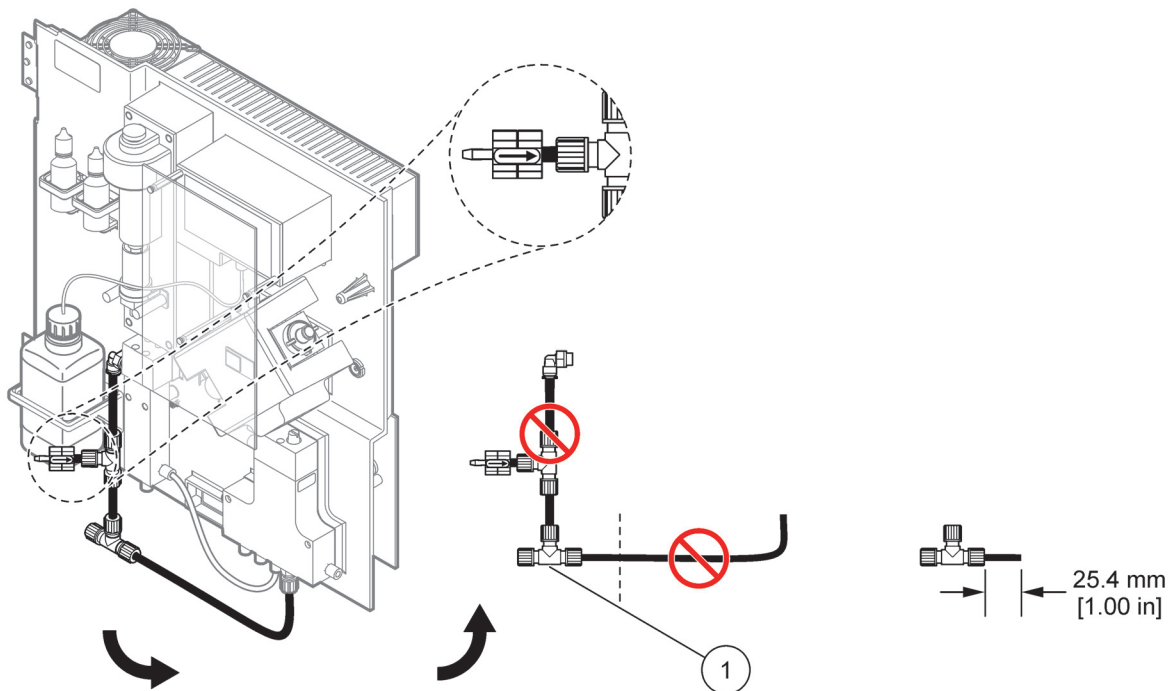
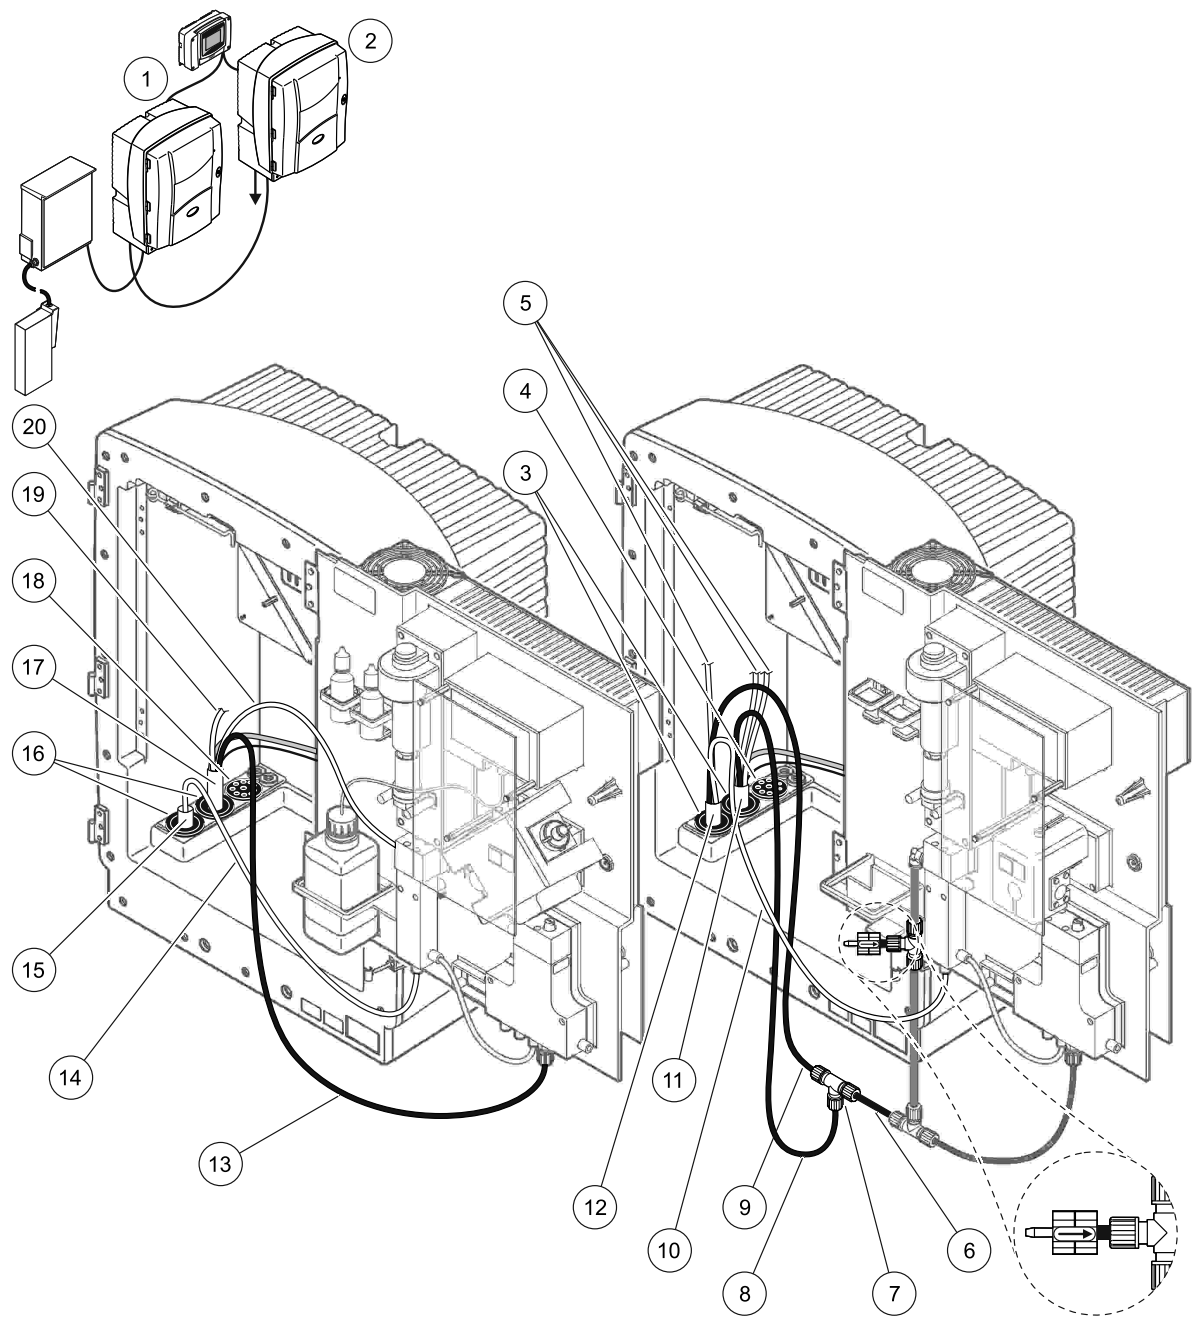

Figura 28 Remoção do encaixe em T
Figura 32 Configuração da opção 4
O encaixe em T é utilizado para ligar o tubo de drenagem. Para retirar o encaixe em T consulte o Figura 28 e os seguintes passos:
Consulte o Figura 32 e as seguintes instruções para a Opção 4:
- a. Alimente a mangueira aquecida do FILTRAX através da abertura do analisador (Figura 32, item 15). Utilize o Conector Vedante #1 para fixar.
- b. Alimente a mangueira de drenagem aquecida através da abertura do analisador (item 17). Utilize o Conector Vedante #1 para fixar.
- e. Retire o tubo de drenagem pré-instalado ligado ao bloco da válvula e retire o encaixe em T do tubo de drenagem (item 7). Retenha para reutilizar com o Analisador 2.
- a. Alimente a mangueira de drenagem aquecida do Analisador 1 através do Analisador 2 (item 12). Utilize o Conector Vedante #1 para fixar.
- b. Alimente a segunda mangueira de drenagem aquecida através do Analisador 2 (item 11). Utilize o Conector Vedante #1 para fixar.
- e. Corte 25 mm do tubo de drenagem que foi retirado do Analisador 1. Ligue o pedaço de 25 de tubagem do encaixe em T no Analisador 2. Ligue a outra extremidade da tubagem ao encaixe em T que foi retirado do Analisador 1. Consulte o Figura 28 na página 79 para a remoção do encaixe em T.